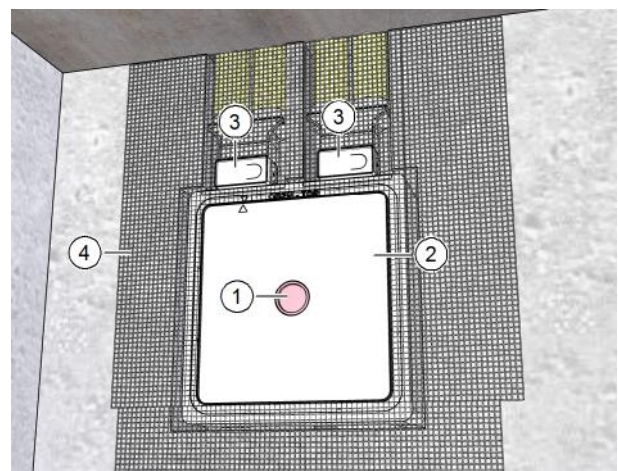

Abb. 22: Mauerkasten im Innenbereich einputzen
- ▶ Achten Sie darauf, dass der Signaldeckel (Pos. 1 in Abb. 22) im Putzschutzdeckel (Pos. 2 in Abb. 22) sitzt.
- ▶ Achten Sie darauf, dass die Putzschutzdeckel (Pos. 3 in Abb. 22) in den Flexrohranschlüssen sitzen.
- ▶ Bringen Sie das Putzgewebe M-WRG-PG (Pos. 4 in Abb. 22 Seite 21) auf den Mauerkasten und die Massivwand an.